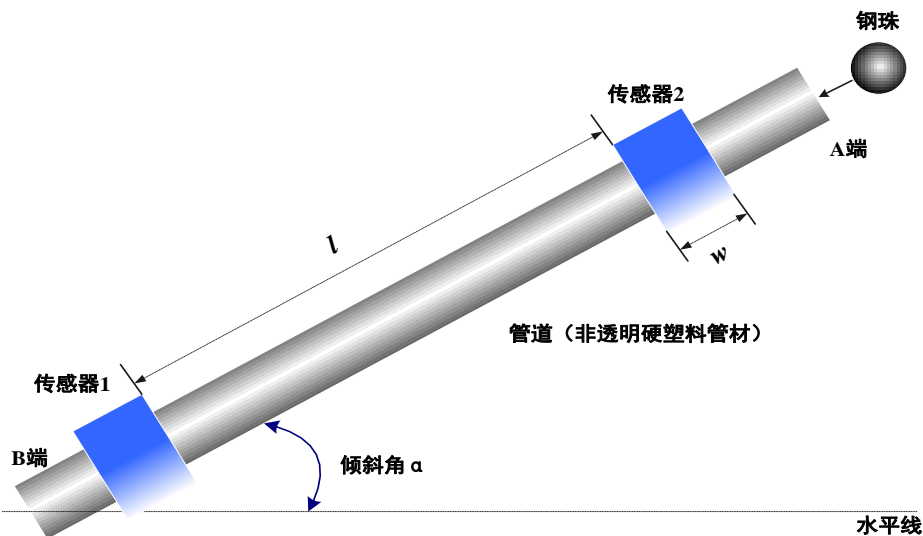

图 1 钢珠运动部分的结构
设计并制作一个管道内钢珠运动测量装置，钢珠运动部分的结构如图 1 所示。装置使用 2 个非接触传感器检测钢珠运动，配合信号处理和显示电路获得钢珠的运动参数。
- (1) 按照图 1 所示放置管道，由 A 端放入 2~10 粒钢珠，每粒钢珠放入的时间间隔  $\leq 2\text{s}$ ，要求装置能够显示放入钢珠的个数。
- (2) 分别将管道放置为 A 端高于 B 端或 B 端高于 A 端，从高端放入 1 粒钢
- (3) 按照图 1 所示放置管道，倾斜角 $\alpha$ 为  $10^\circ \sim 80^\circ$  之间的某一角度，由 A 端放入 1 粒钢珠，要求装置能够显示倾斜角 $\alpha$ 的角度值，测量误差的绝对值 $\leq 3^\circ$ 。
- (2) 按照图 1 所示放置管道，由 A 端一次连续倒入 2~10 粒钢珠，要求装置能够显示倒入钢珠的个数。
- (4) 其他。